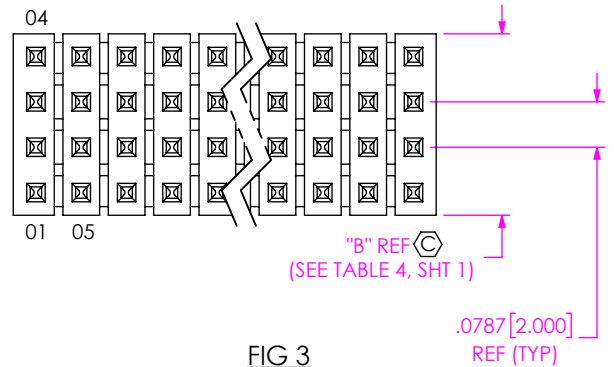

FIG 3
-Q: QUAD (TMM-50-Q, SEE FIG 3, SHT 2)